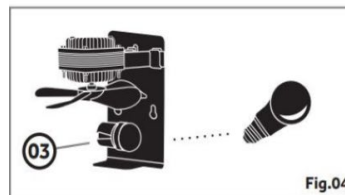

Fig.04
8. Coloque a lâmpada (não inclusa) no soquete (03). Fig. 04.